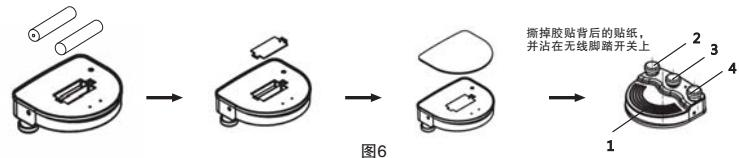

图6
- 3) 将电池装入无线脚踏开关或有线脚踏开关插头插入脚踏开关插座（如图6）。